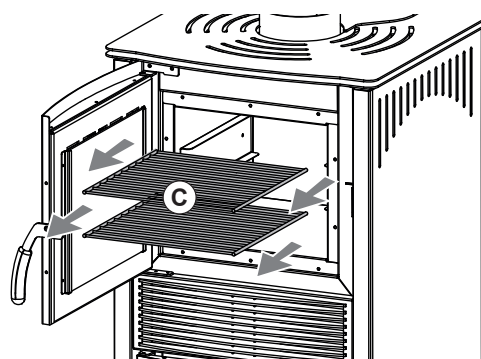

Fig. 17
2. Rimuovere le griglie cromate (C) (Fig. 17);